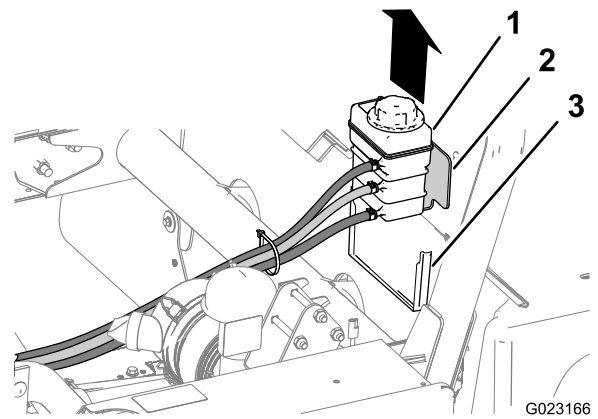

Bild 8
1. Heben Sie den Kühlmittelbehälter an und aus der Stützhalterung hinten an der Sitzabdeckung heraus (Bild 8).